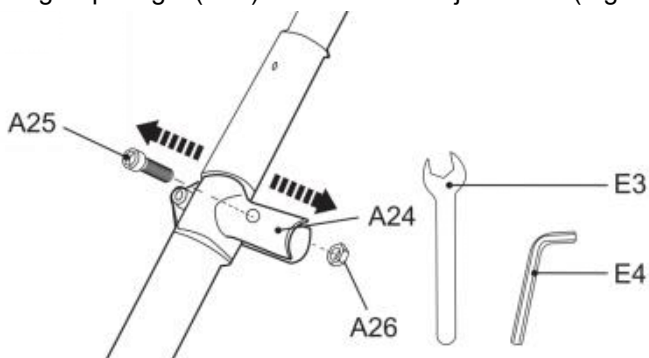

Fig. 1
1. Verwijder de voorgemonteerde bout (A25) en moer (A26) van de handgreepbeugel (A24) en bewaar ze bij de hand (Fig. 1).